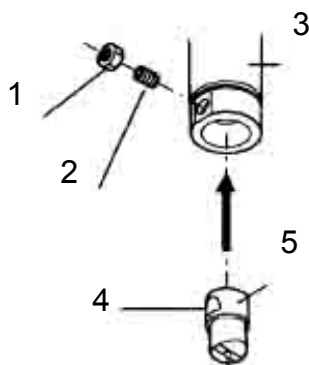

Рис.5
- вставьте пуансон в ползун, так чтобы паз и отверстие под шпильку совпали (см. рис.5);